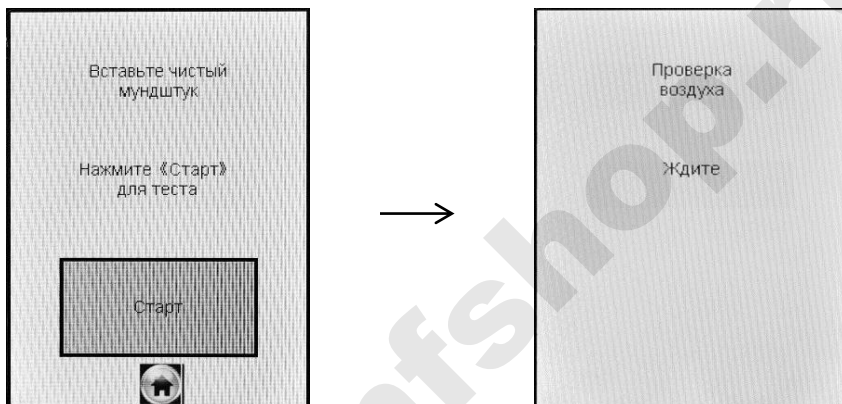

Рисунок 22 – Начало процедуры измерения в режиме измерения без ввода данных
2.9.2 В случае отказа обследуемого от проведения измерения (обследуемый отказывается делать выдох) в анализаторе предусмотрена возможность прервать процедуру измерения, зафиксировав при этом факт отказа от измерения. Для этого нажмите на виртуальную кнопку «**Отказ**» – на экране появится сообщение об отказе от измерения (рисунок 22, справа).
На экране появится окно с сообщением «Вставьте чистый мундштук» (рисунок 22, слева).